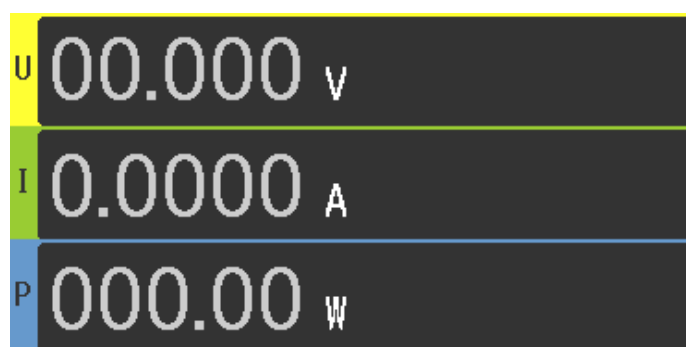

图 4-2
- U,I,P PPOff:如图 4-2 所示, 显示电压、电流和功率值